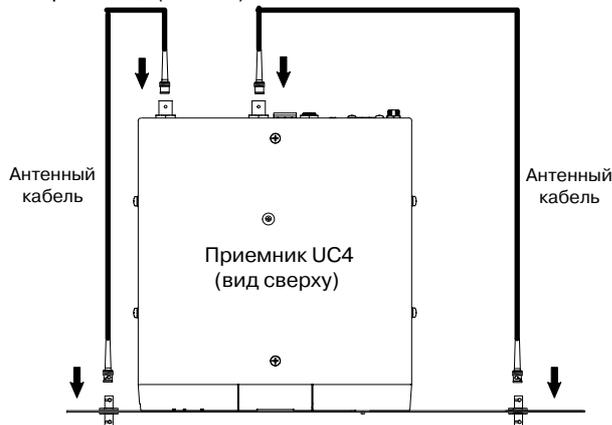

Рис. 24
2. Соедините антенными кабелями адаптеры с антенными входами приемника (Рис. 24)